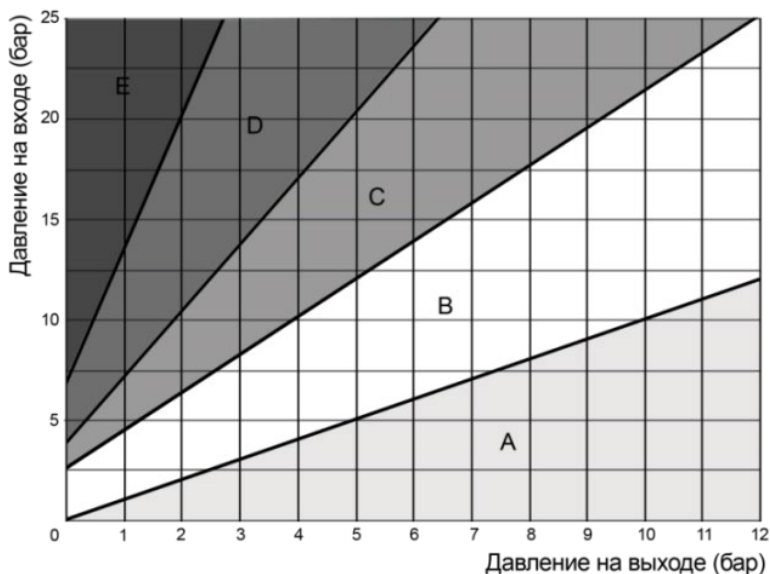

Рисунок 7 – Диаграмма кавитаций
8.5.2. Монтаж РД проводить согласно схеме на рис. 7.
- подать давление в импульсную линию, соединяющую камеру «+» мембранного привода, плавно открыв запорный кран (рис. 7).